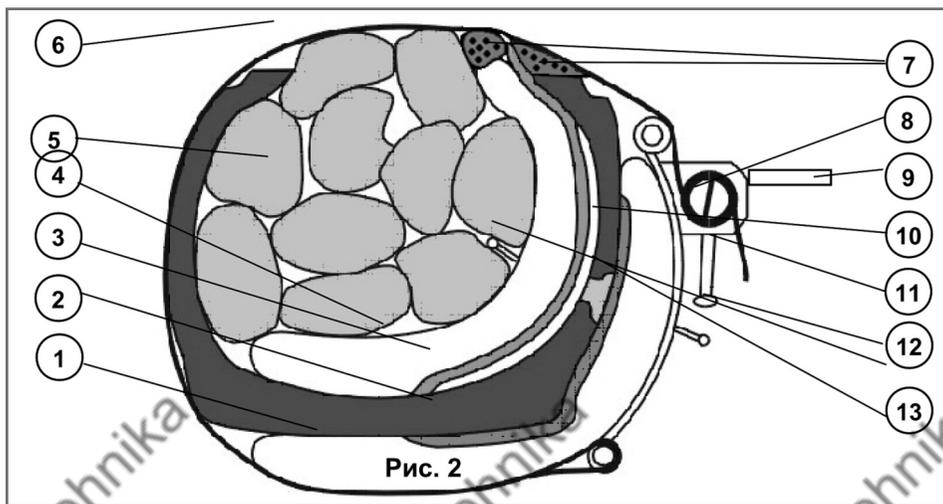

Рис. 2
Внимание! Запрещается подавать давление в пневмоподушки, не установленные согласно Схеме вулканизации (рис. 2 стр. 5)
- Установить наружную пневмоподушку на выдвижную каретку согласно Рис. 2.
• Внутри шины на пневмоподушку уложить необходимое количество вкладышей (см. поз. 5 Рис. 2), при этом следить за тем, чтобы ниппель и быстроразъемное соединение находились между вкладышами (см. Рис. 2).
Внимание! Обеспечить плотную укладку вкладышей симметрично относительно внутренней пневмоподушки, при этом следить, чтобы ниппель и быстроразъемное соединение находились между вкладышами (см. Рис.2).
- Перемещая рукоятки вверх, натянуть с небольшим усилием стяжные ремни, выполнив 1...1,5 оборота фиксаторов. При этом необходимо удерживать фиксаторы рычагом (поз. 9 Рис. 2).